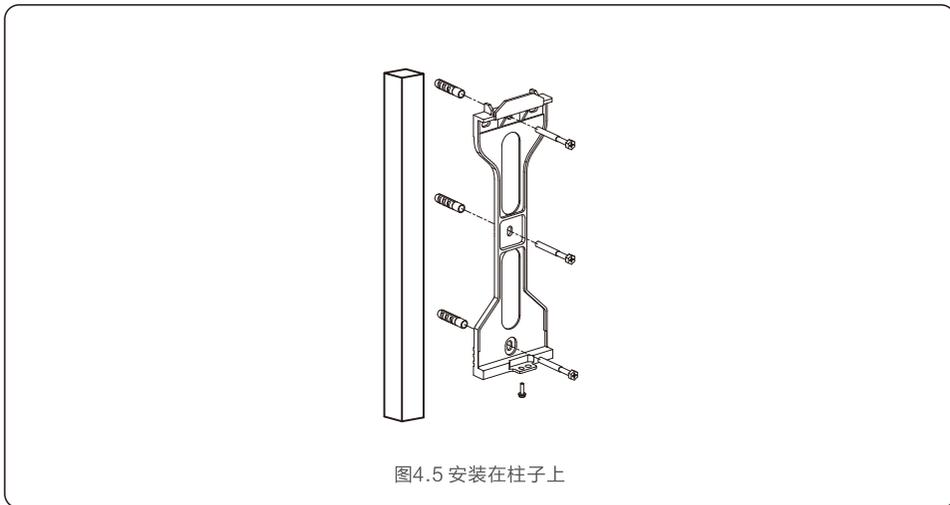

图4.5 安装在柱子上
参考图 4.4 以及图 4.5 来安装逆变器。逆变器必须垂直安装。安装步骤如下：
2. 确保支架是水平的，安装孔（如图4.4和图4.5）是正确标记的。通过标记处钻入墙或柱子。